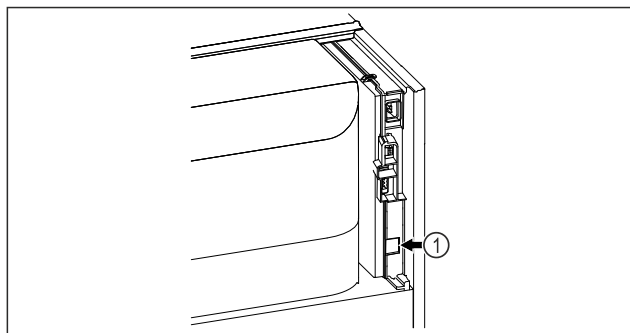

Fig. 183
- Je používán SmartModule Fig. 183 (1).